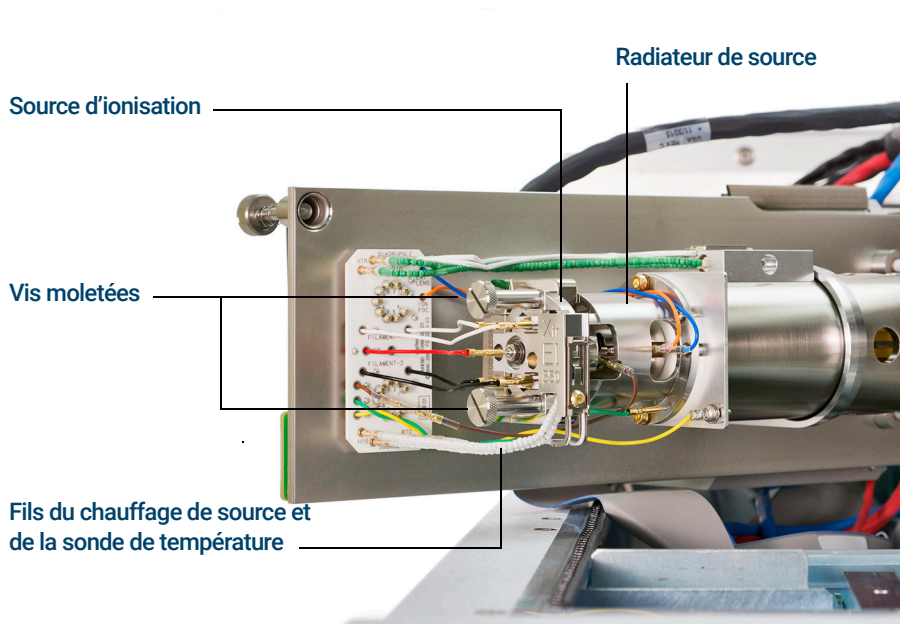

Figure 61. Installation de la source EI XTR sur un MS série 7000
- 3 Glisser la source dans le radiateur. (Voir **Figure 61** page 215.)
- 4 Installer les vis moletées et les serrer à la main. Ne pas serrer les vis moletées trop fort. (Voir **Figure 61** page 215.)